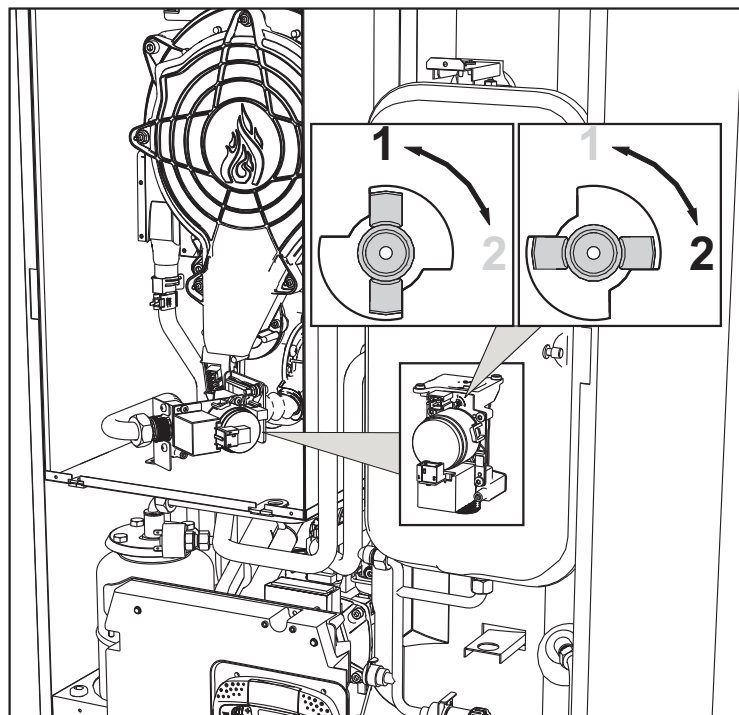

fig. 30
3. Ruotare il Throttle (fig. 30) secondo la posizione indicata nella tabella 9.